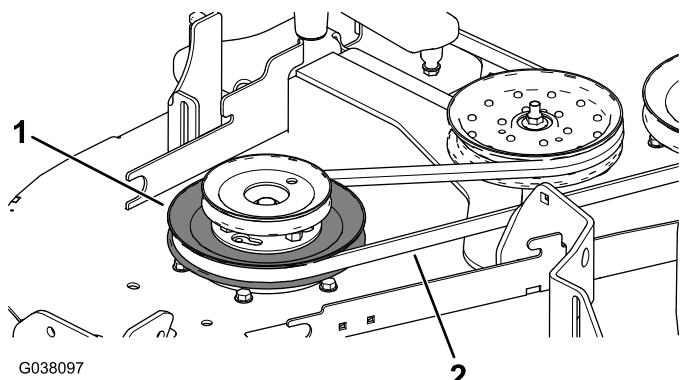

Figura 13
- Montate la cinghia del tosaerba attorno alla puleggia inferiore della doppia puleggia (Figura 13).